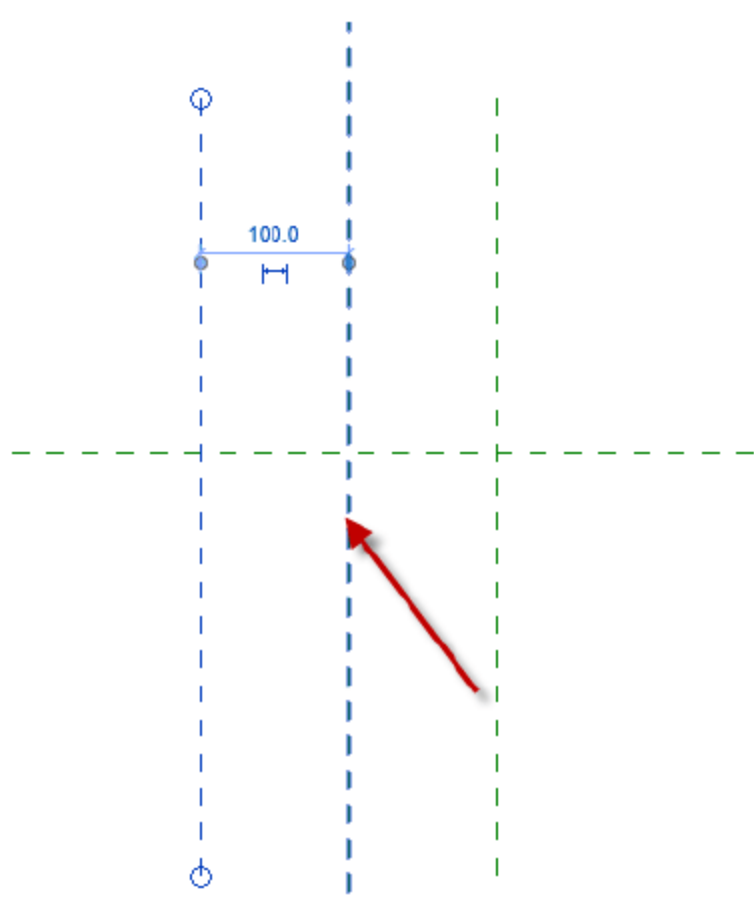

图 9.2.61 完成镜像
(18) 辅助线的镜像。选择绘制完成的辅助线,按两下快捷键 M,然后单击中心线,完成镜像绘制,如图9.2.61所示。